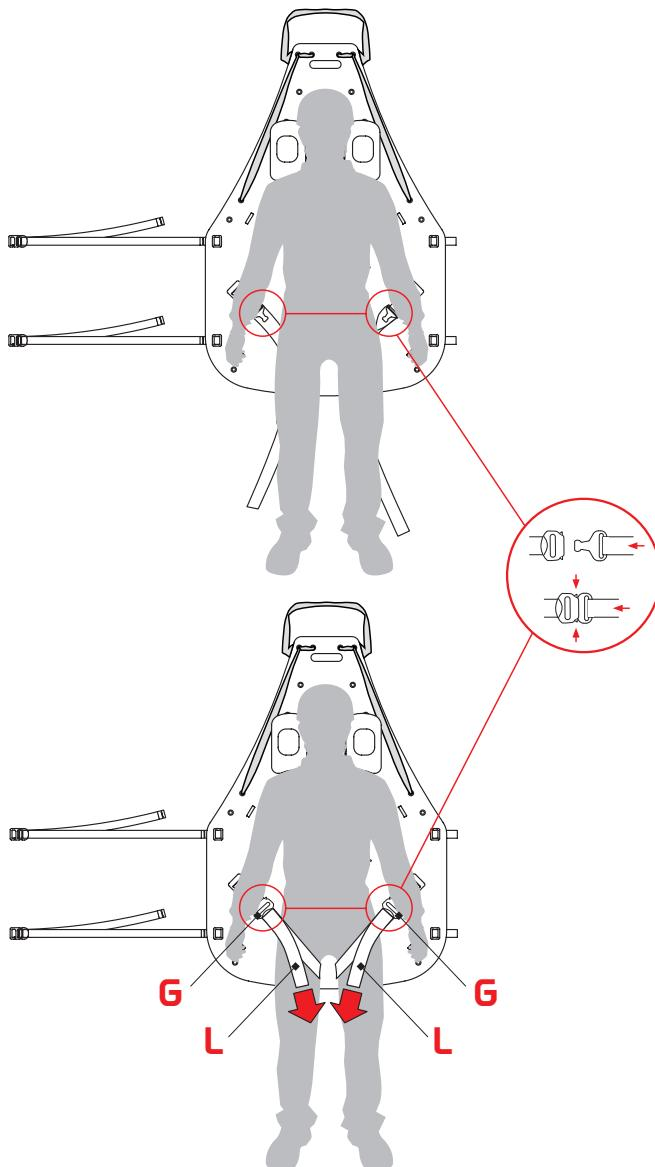

Fig.15
- enganche las hebillas automáticas (G) y tense las cintas de los muslos (L) – (fig. 15),